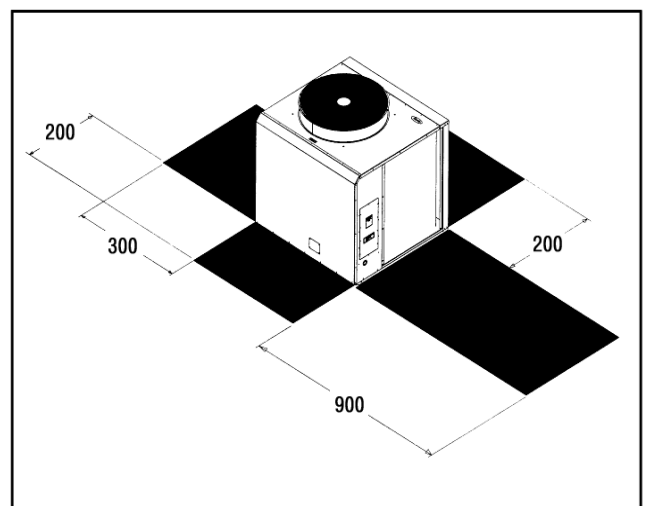

Рис. 2 Свободное пространство вокруг компрессорно-конденсаторного блока
4. Вокруг агрегата должно быть достаточно свободного пространства для циркуляции воздуха, а также для удобства его подключения и обслуживания (рис. 2 и 3).